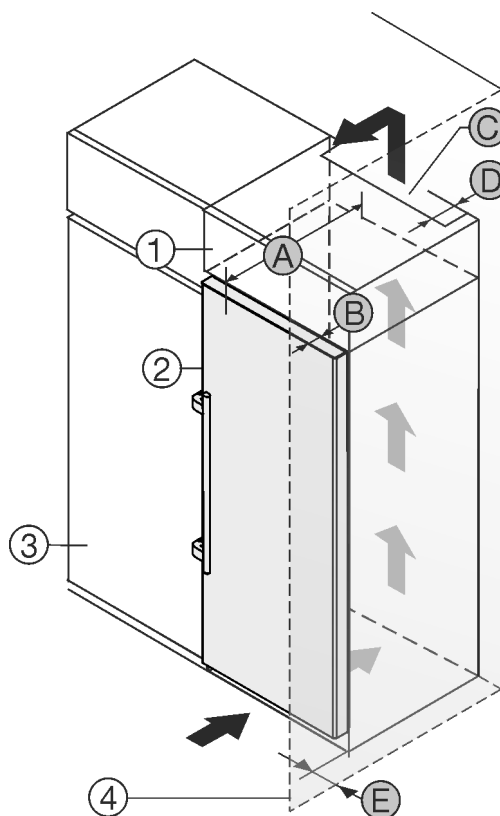

Fig. 1
- (1) Skapmodul
- (2) Enhet
- (3) Kjøkkenskap
- (4) Vegg
- (A) Enhetsdybde
- (B) Dørddybde
- (C) Ventilasjonstverrsnitt
- (D) Avstand enhetens bakside
- (E) Avstand på siden av enheten
Du kan plassere apparatet rett ved siden av kjøkkenskapet Fig. 1 (3).
På baksiden av skapmodulen over enheten må det installeres en ventilasjonskanal med dybden Fig. 1 (D) over hele skapmodulens bredde.
Ventilasjonstverrsnittet Fig. 1 (C) under taket i rommet må overholdes.
Hvis apparatet plasseres med hengslene mot en vegg Fig. 1 (4), må avstanden mellom apparatet og veggen være minst 57 mm. Dette tilsvarer hvor mye håndtaket stikker ut når døren er åpen.
For at du skal kunne åpne døren helt, må apparatet rage dørddybden Fig. 1 (B) lenger ut enn fronten på kjøkkenskapene. Avhengig av kjøkkenskapenes Fig. 1 (3) dybde og bruk av veggavstandsstykker kan enheten rage enda lengre ut.